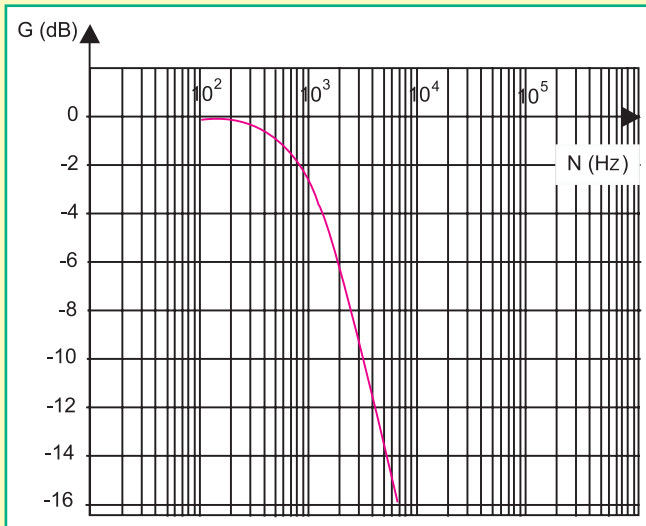

Fig.2
- 3°) Pour une tension d'entrée  $U_{Em}$  donnée, on fait varier la tension  $N$  du générateur. Pour chaque valeur de  $N$ , on mesure la tension maximale  $U_{Sm}$ . Les résultats de mesures permettent de tracer la courbe de réponse en gain du filtre RC, donnée par la figure 2.